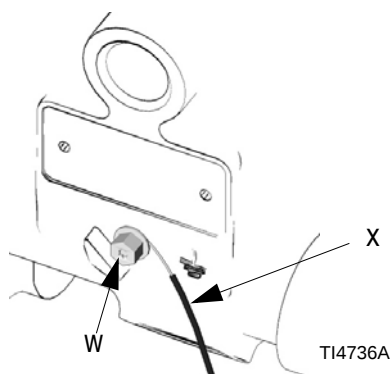

FIG. 2: Conexión del cable de conexión a tierra
- Bomba:** Conecte un cable y una abrazadera de conexión a tierra tal como se indica en la FIG. 2. Afloje el tornillo de conexión a tierra (W). Inserte el extremo de un cable de conexión a tierra calibre 12 ga (1,5 mm²) como mínimo (X) detrás del tornillo de conexión a tierra y apriete el tornillo firmemente. Conecte el extremo con abrazadera del cable de conexión a tierra a una tierra verdadera. Pida el cable de conexión a tierra y la abrazadera, Nro. de Pieza 222011.